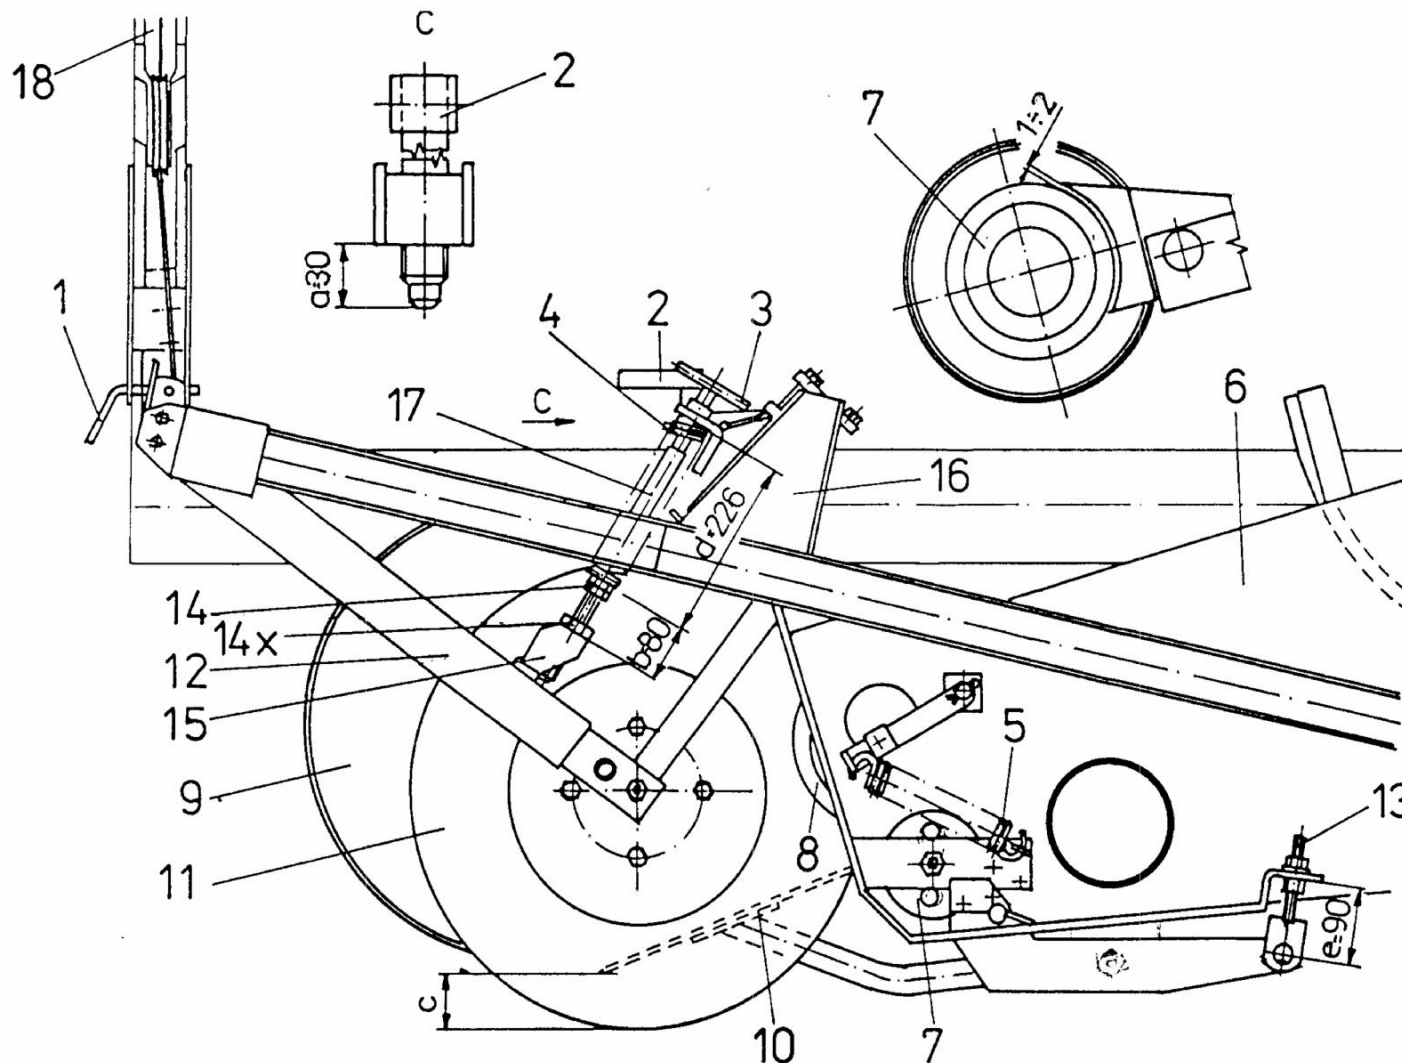

Abb. 17 Der Rodeapparat
Befülle den Zylinder (18 Abb. 17) mit Öl, nehme her aus den Stift (1) des Rodeapparats um den Rodeapparat freizusetzen. Stelle den Hebel des Vollernteverters in die Lage „Senken“ – Der Rodeapparat soll fallen bis zum Anlehnen der Schneidmesser am Boden. Nach mehrfachem Senken und Heben blockiere den Rodeapparat in der Transportlage. Senke den Bunkerausleger durch Ölzufuhr zum Servomotor des Auslegerhebens und Senkens, führe Öl zu den Zylindern des Bunkers und hebe den Bunker in die obere Lage. Verstelle den Verteilerhebel – der Bunker soll unter Eigengewicht fallen.
Die Schartiefeneinstellung soll mit der Stellschraube (2 Abb. 17) durchgeführt werden. Vom Werk die Schartiefe ist auf 20 cm vom Furchenscheitel eingestellt (Abmessung a=30mm). Die Schartiefe kann um ± 40 mm durch Änderung des Scharneigungswinkels geändert werden. Der Scharneigungswinkel ist im Bereich 30 bis 40° mittels der Stellschraube (13) einstellbar. Vom Werk ist dieser Winkel auf 35° (Abmessung e=90 mm) eingestellt.
Die Scheibenmesser schneiden die Furchen beidseitig und beugen ihrer seitlichen Verschiebung vor, damit werden Kartoffelverluste reduziert und Kräuter zugeschnitten so, dass Zustopfung unwahrscheinlicher wird. Die Scheibentiefe (Abmessung „C“ auf Abb. 17) soll möglichst klein, aber ausreichend sein damit die Scheiben sich drehen lassen und Kraut schneiden können; auf leichten und sandigen Böden soll die Scheibentiefe größer als auf zusammenhaltenden Böden werden. Auf zusammenhaltenden Böden kann eine zu niedrige Scheibeneinstellung die Vertiefung der Schar erschweren.
Die Scheibentiefe wird mittels der Stellschraube (3 Abb. 17) durch Lagenänderung der Schwingarme (12) relativ zum Bügel. Vom Werk werden die Scheibenmesser so eingestellt, dass ihre unteren Ränder sich unterhalb der Scharenspitze befinden – Abmessung „C“ = 55 mm. Wenn nötig, dann:
- löse die Gegenmutter (14* Abb. 17);
- drehe heraus (herein) die Stellschraube (3) aus der Mutter (15) um die Scheibenmessertiefe zu erhöhen (zu verringern);